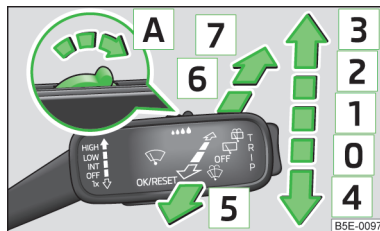

Fig. 38
Funcția ștergătoarelor de parbriz și instalației de spălare a parbrizului în fiecare dintre poziții » fig. 38
Dacă este activată ștergerea încetă 2 » fig. 38 sau rapidă 3 și viteza de deplasare a autovehiculului scade sub 4 km/h, se va comuta automat pe o treaptă imediat inferioară de ștergere. Se revine în trepte la setarea inițială, dacă viteza autovehiculului crește la peste 8 km/h.
Curățarea farurilor se realizează (după cuplarea contactului) întotdeauna după prima și apoi după fiecare a zecea stropire a parbrizului, dacă este activată faza scurtă și s-a tras maneta în poziția 5 » fig. 38 la pagina 56.
- > În termen de 10 secunde apăsați maneta în poziția  și mențineți-o apăsată timp de ca. 2 secunde » fig. 38 la pagina 56.
- > Cuplați contactul și apăsați maneta în poziția  » fig. 38 la pagina 56.